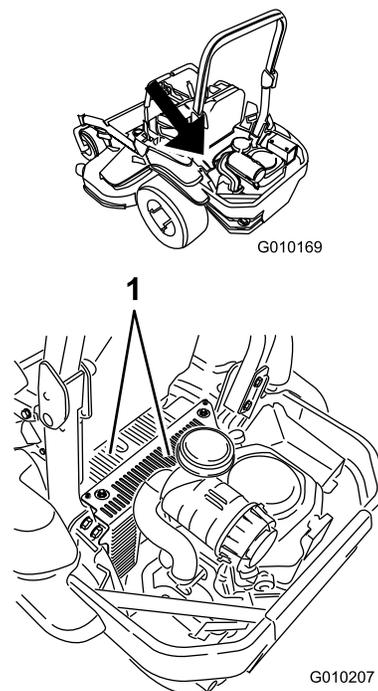

Figura 77
5. Rimuovete sporcizia ed erba dalle coperture dell'unità idraulica (Figura 77).